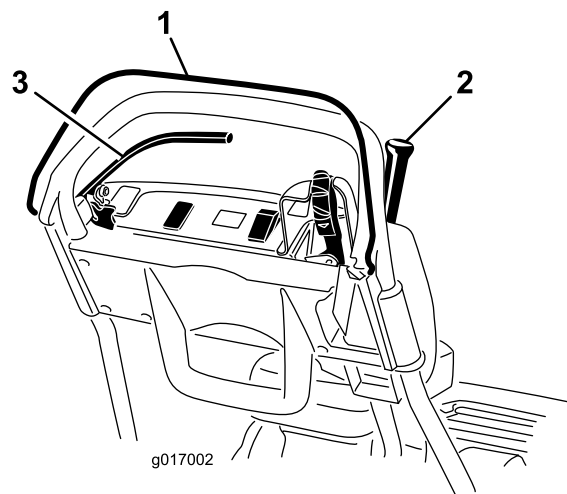

Figure 34
3. Relâchez la commande OPC et essayez d'engager le levier de commande de déplacement (Figure 34). Le levier de commande de déplacement ne doit pas s'engager. Si le levier de commande de déplacement s'engage, le système de sécurité doit être révisé. Remédiez au problème avant d'utiliser la machine ; voir Entretien du contacteur de sécurité de déplacement \(page 38\).
4. Appuyez sur la commande OPC et engagez le levier de commande de déplacement, puis relâchez la commande OPC (Figure 34). Le levier de commande de déplacement doit s'engager. Si le levier de commande de déplacement ne s'engage pas, le système de sécurité doit être révisé. Corrigez le problème avant d'utiliser la machine. Voir Entretien du contacteur de sécurité de déplacement \(page 38\).
5. Après avoir appuyé sur la commande OPC et déplacé le levier de sélection vers la gauche, engagez le levier de commande de déplacement et du cylindre, puis relâchez la commande OPC (Figure 34). Le levier de commande de déplacement doit s'engager. Si le levier de commande de déplacement ne s'engage pas, le système de sécurité doit être révisé. Remédiez au problème avant d'utiliser la machine ; voir Entretien du contacteur de sécurité de déplacement \(page 38\) ou Réglage de la commande du cylindre \(page 42\).